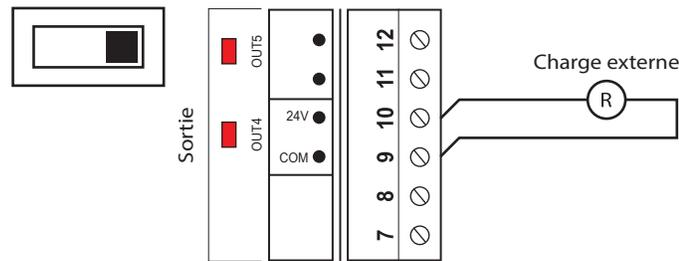

Figure 13 - Raccordement des sorties actives 3 et 4
1) Sortie active (SOURCE). Le C1000 alimente activement la charge. (voir figure 13)